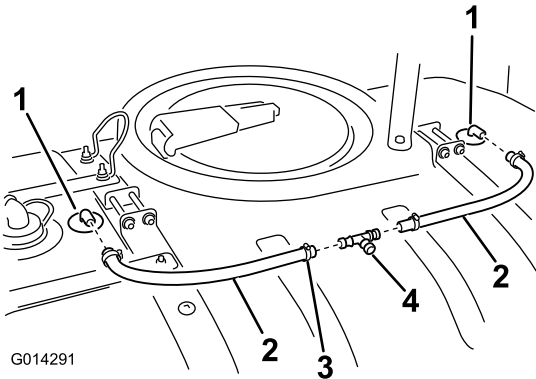

Figura 21
- Instale una abrazadera en el extremo de cada manguera (Figura 21).
- Instale una manguera sobre la espiga de la boquilla de enjuague (Figura 21).
- Instale el acoplamiento en T en los extremos abiertos de las mangueras de las boquillas de enjuague instaladas anteriormente, según se muestra en (Figura 21).